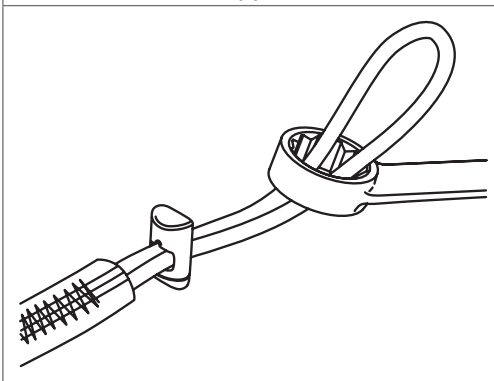

Abb. 3
1. Führen Sie die Haltegurtschleufe durch den Befestigungspunkt eines Werkzeugs. (Abbildung 3)